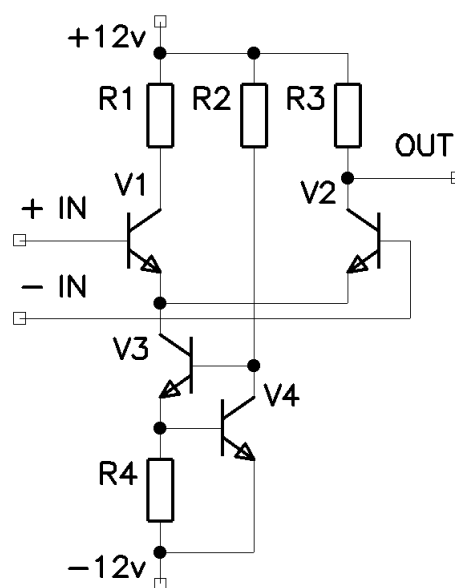

Рис. 3.1. Пример дифференциального каскада на биполярных транзисторах
*Дифференциальный каскад* (рис. 3.1) — основа операционного усилителя, состоит из двух одинаковых транзисторов  $V1$  и  $V2$ , нагруженных на одинаковые сопротивления  $R1$  и  $R3$ . В эмиттерной цепи транзисторов расположен источник тока ( $V3$ ,  $V4$ ,  $R2$ ,  $R4$ ). Формируемый им ток  $I = 0,66/R4$  распределяется между резисторами  $R1$  и  $R3$  в соответствии с напряжениями на входах каскада. Напряжение на выходе операционного усилителя зависит лишь от